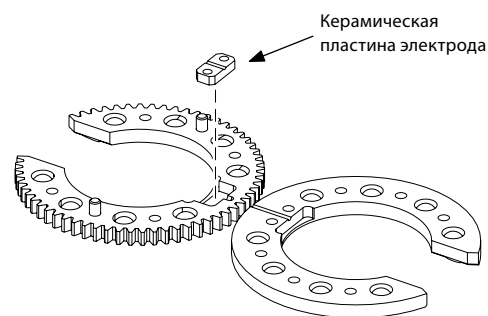

Рисунок 42. Снятие фиксирующей пластины электрода
9. Снимите фиксирующую пластину электрода. Очистите ее с помощью мелкозернистой абразивной подушечки. См. рисунок 42.